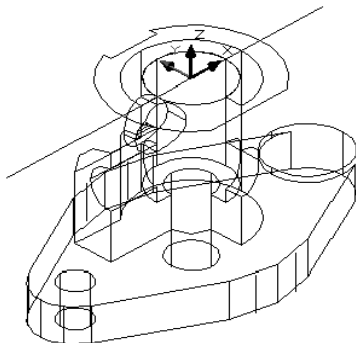

图 7-95
(41)单击【修改】下拉菜单中的【实体编辑】子菜单中的【差集】选项。创建如图所示的空心面域。如图 7-95 所示：